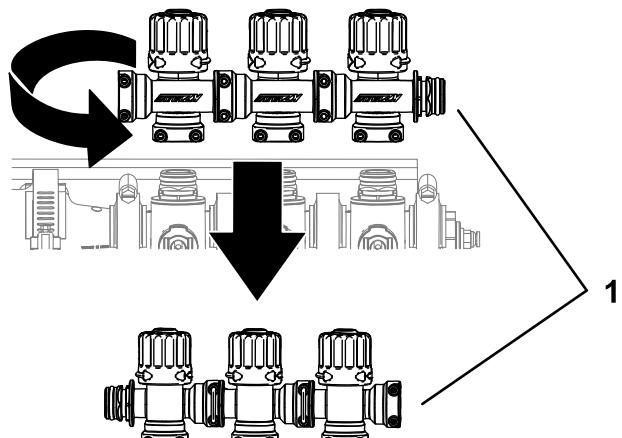

Figura 11
5. Gire el conjunto de válvulas de desvío de los brazos 180 grados, según se muestra en Figura 11.